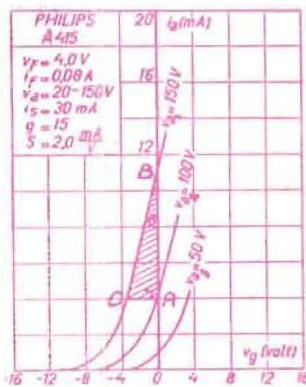

Fig. 2. Karakteristik med kurvor för olika anodspänningar.
Fig. 2 visar en kurva för olika anodspänningar. Av en sådan karaktäristik kan rörets tre huvudkonstanter, brantheten (S), förstärkningsfaktorn (g) och inre motståndet (R) tas ut. Med brantheten menar man förhållandet mellan en variation av anodströmmen och motsvarande variation av galler-spän-